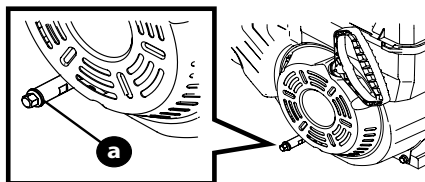

Figure 10
3. Nettoyez la surface autour du bouchon de vidange (a) (Figure 10).
5. Retirez le bouchon (Figure 10).